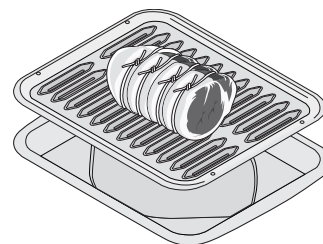

Figure 20: Lèchefrite avec grille pour le rôtissage à convection
4. Placez la viande (côté plat vers le haut) sur la grille de rôtissage et la grille de rôtissage sur la grille de la lèchefrite. (Figure 20). Placez l'aliment préparé sur la grille et glissez-la à l'intérieur du four.